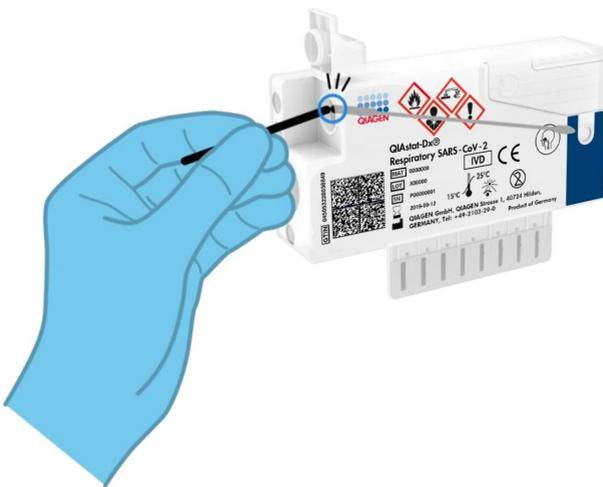

Abbildung 9. Abbrechen des Tupferschafts.
6. Brechen Sie den Schaft des Tupfers an der Bruchkerbe ab, sodass der Rest des Tupfers in der QIAstat-Dx Respiratory SARS-CoV-2 Panel Cartridge verbleibt (Abbildung 9).